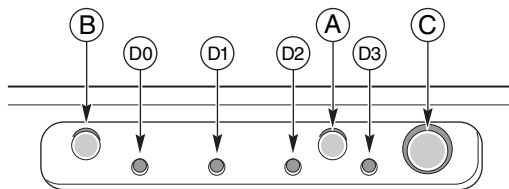

Figura 2 Pulsanti di controllo e indicatori del pannello frontale
I seguenti pulsanti di controllo e indicatori del pannello frontale sono illustrati in Figura 2.
6. Se il server non si accende quando lo si collega alla presa AC, premere il pulsante di accensione sul pannello frontale (vedere anche Figura 2 a pagina 36).
7. Verificare che il LED di alimentazione nel pannello frontale sia acceso (vedere Figura 2 a pagina 36). Dopo pochi secondi inizia il test automatico all'avvio (POST, power-on self test).